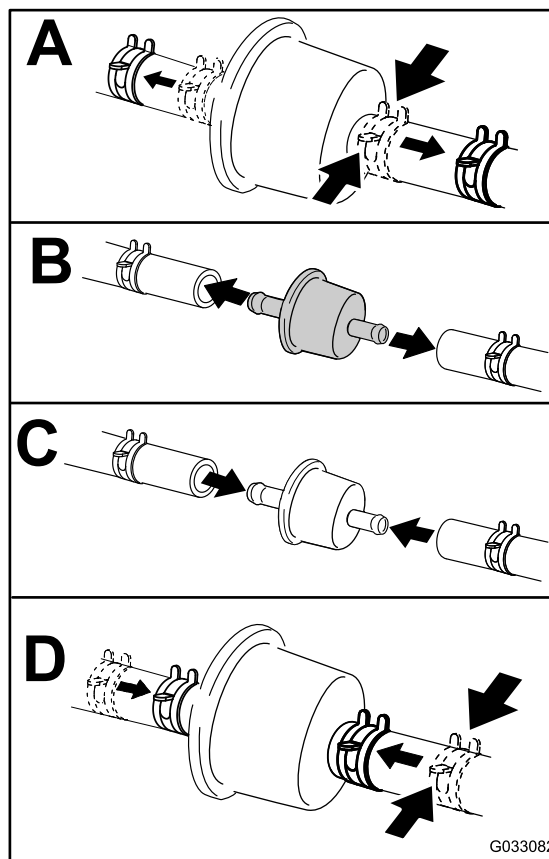

Figure 49
5. Remplacez le filtre à carburant (Figure 49).